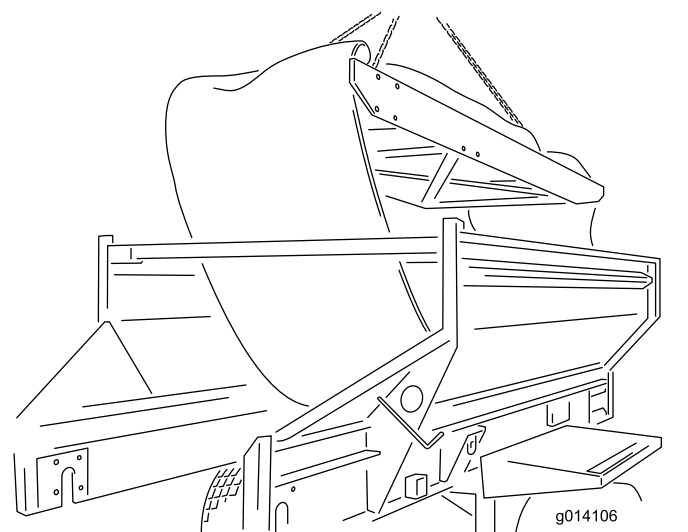

Figura 61
24. Retire o cartucho elevando-o do topo da máquina. Coloque-o no solo (Figura 61).